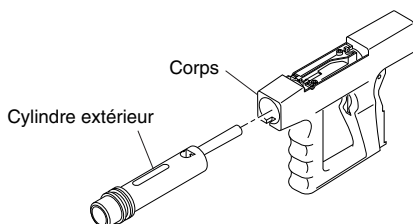

Figure 14 - Remise en place du cylindre extérieur dans le corps
1. Repousser fermement le cylindre extérieur dans le corps (consulter la Figure 14).